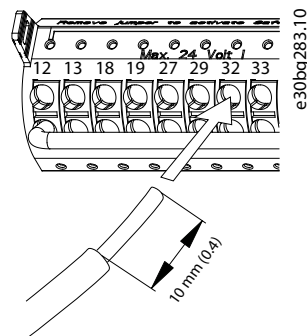

図 5.20 ソリッドコントロールワイヤの接続
- ソリッドワイヤの場合は、裸のワイヤを接点に押し込みます。図 5.20 を参照してください。